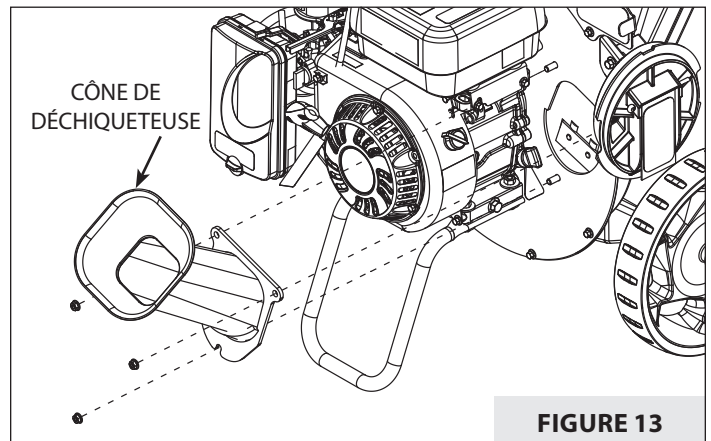

FIGURE 13
2. Retirer les écrous de fixation du cône de déchiqueteuse sur l'avant de la déchiqueteuse. Déposer le cône de déchiqueteuse (A) pour accéder aux couteaux. **VOIR FIGURE 13.**